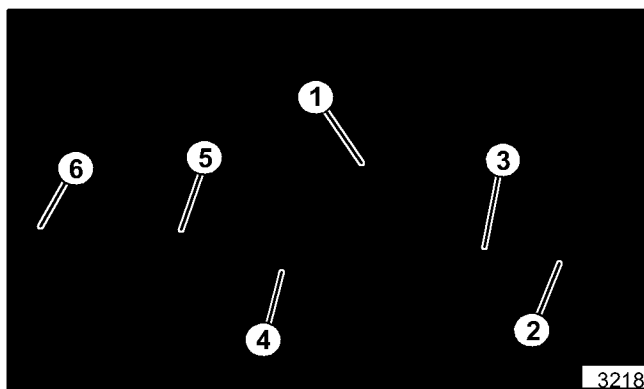

Figura 34. Eje Impulsor
7. Quite los engranajes, chaveta y espaciador del eje impulsor (vea la figura 34).